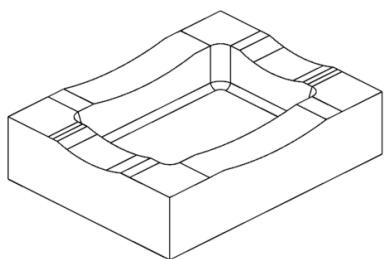
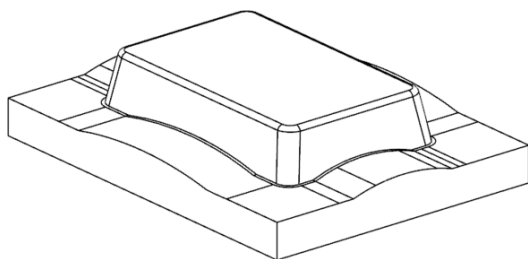

图 5-9 创建型腔零件
图 5-10 创建型芯零件
(19) 单击“定义型腔和型芯”按钮，在【定义型腔和型芯】对话框中选取“所有区域”。
(20) 单击“确定”按钮，创建型腔零件，如图 5-9 所示。再创建型芯零件，如图 5-10 所示。